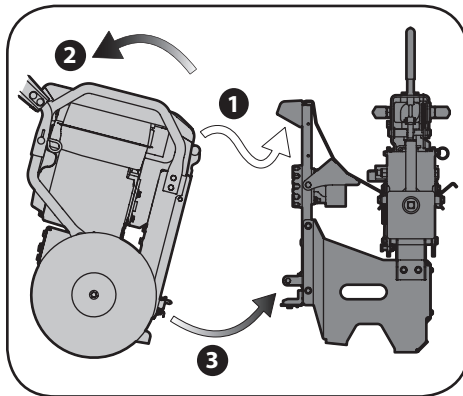

Figura 4-3
2. Haga rodar la base de potencia FLEX™ hacia adelante y vuélquela hacia arriba, enganchando la parte superior de la máquina rompetroncos accesoria con el montaje de la manija que viene con la base de potencia FLEX™ (1 de Figura 4-3).
3. Vuelque la base de potencia FLEX™ hacia atrás para enganchar los dos puntos de conexión inferiores (2 y 3 de Figura 4-3).